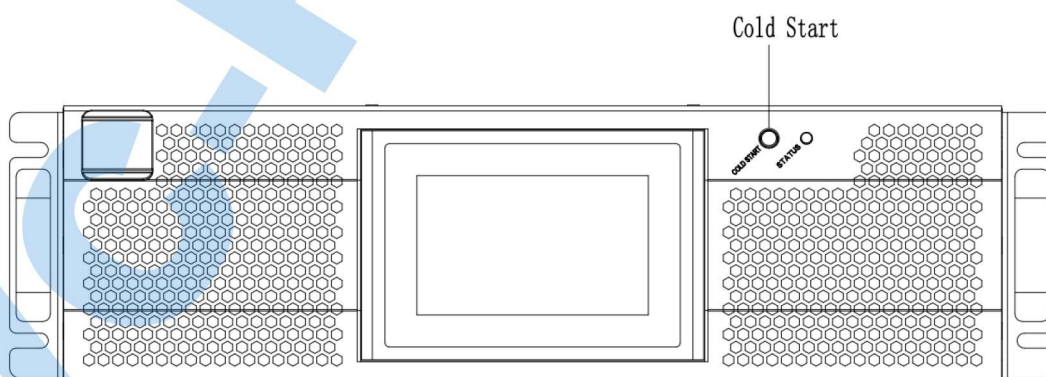

Рис. 6-5. Кнопка холодного старта.
2. Для запуска в режиме «холодного старта», нажмите красную кнопку (Рис.6-5).